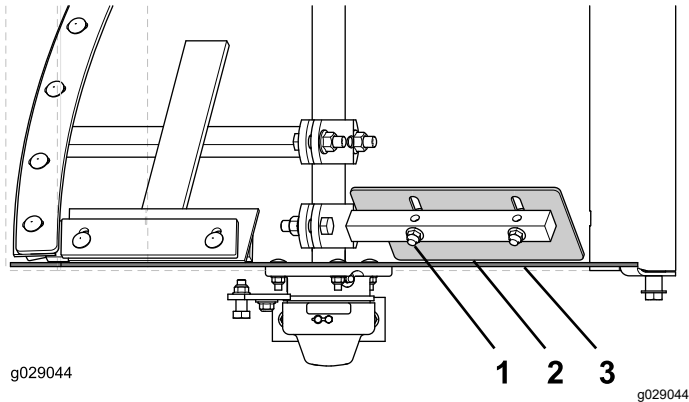

Figura 72
2. Afloje los pernos de cabeza redonda y las contratueras prensadas que sujetan la paleta de extremo ajustable a la paleta fija. (Figura 72)